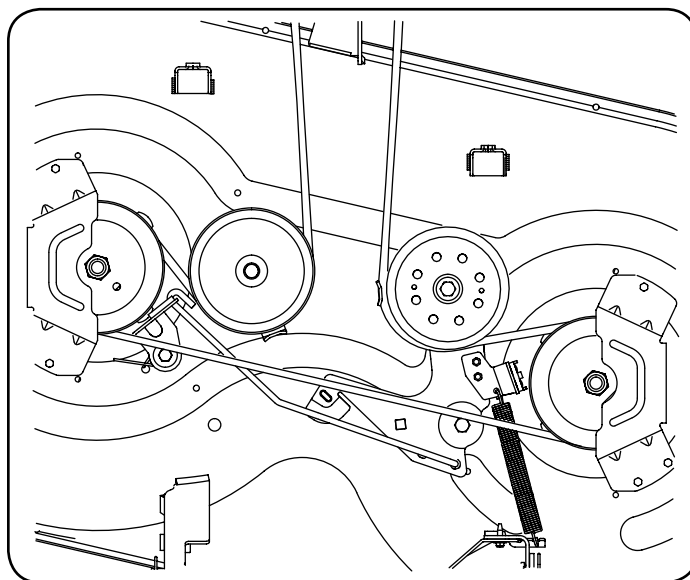
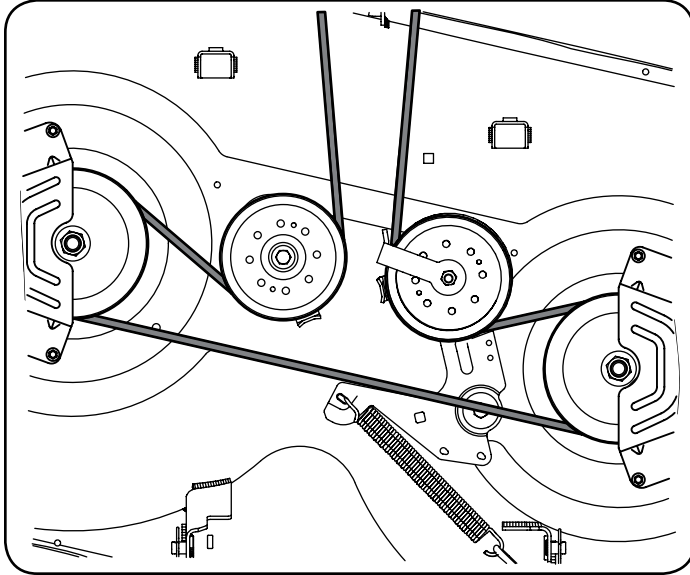
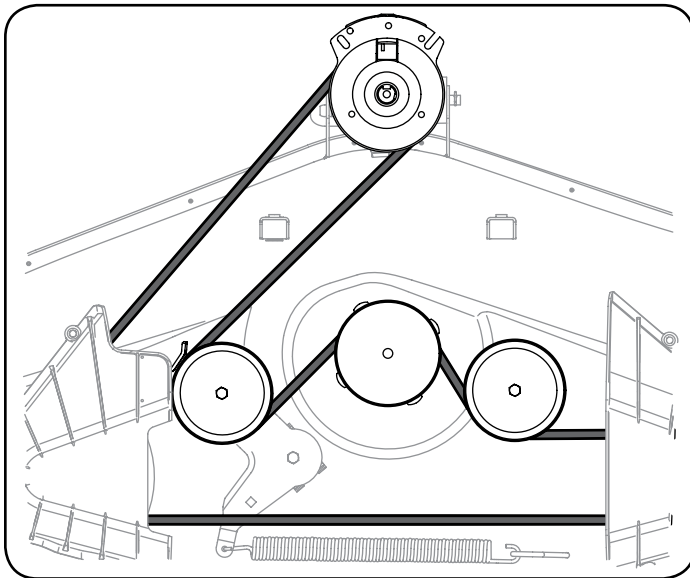

Figura 37
Figura 38
Figura 39
4. Coloque la correa nueva como se muestra en la Figura 37 para 42" Cubiertas, Figura 38 para 46" Las cubiertas y la Figura 39 para 54" de skate .